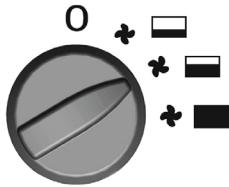

FIG. 2
- Fig. 2** - Middels kapasitet